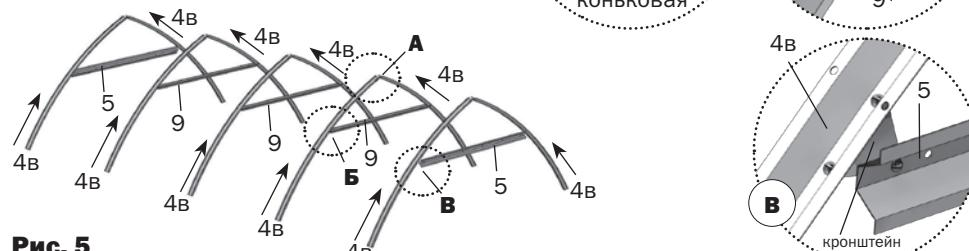

Рис. 5
- Выполните сборку в соответствии с фотографиями этапов сборки и узлов, представленными на **рис. 5...12**. На рисунках показана сборка теплицы длиной 4 м. Необходимая длина теплицы достигается путем добавления соответствующих деталей из пакета(ов) «Вставка». Для соединения деталей используются винты M5x10.